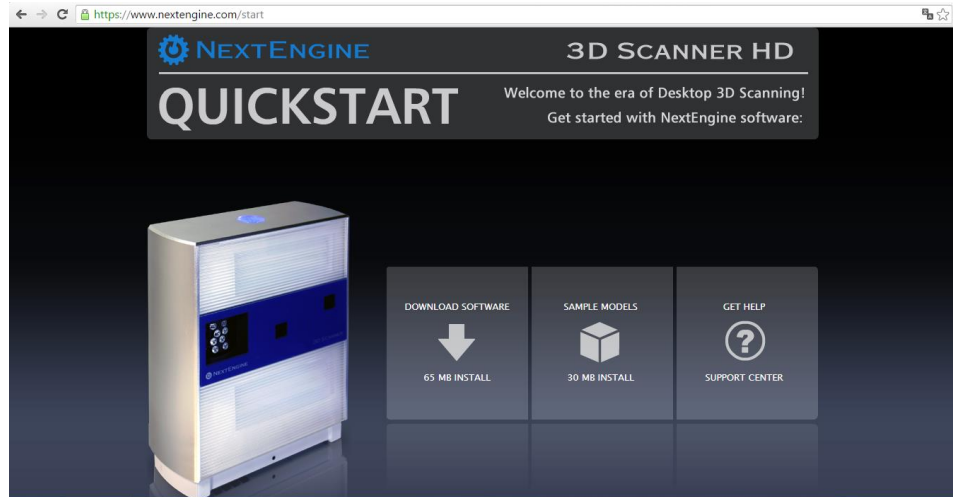

Figura 4. Descarga del software Scan Studio.
3. Se ingresa a **QuickStart Software Download** (Inicio rápido de descarga del software) que se encuentra en la parte izquierda de la opción support (soporte), una vez se haya ingresado se muestra como la Figura 4.